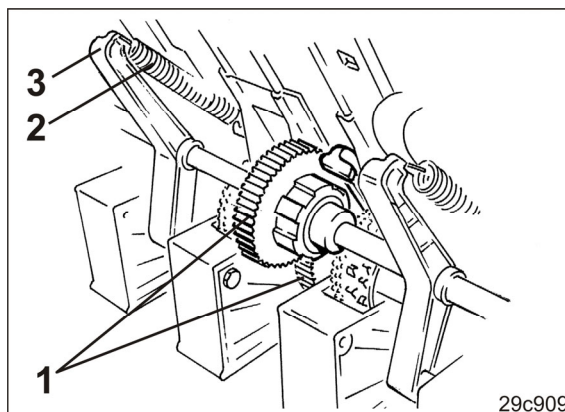

Fig. 245
8. Sett tennene (Fig. 245/1) til kraftoverføringsakselkoblingen og såakseltannhjulet i inngrep.
9. Hekt trekkfjærene (Fig. 245/2) på svingkransene (Fig. 245/3).